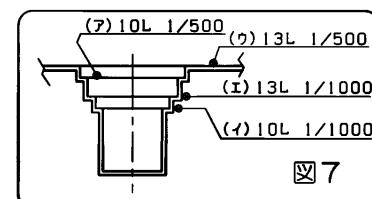

図7
- ④薬液を混合する場合に、コシアミの計量カップをご使用ください。 (図 7)